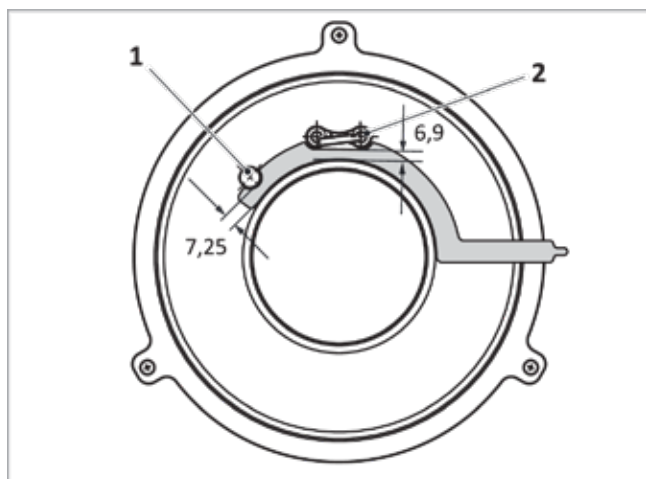

Abb. 142: Abstände Ionisations- und Zündelektrode zum Brennnervlies
- Ionisationselektrode → Abb. 142 (1): 7,25 mm
- Zündelektrode → Abb. 142 (2): 6,9 mm